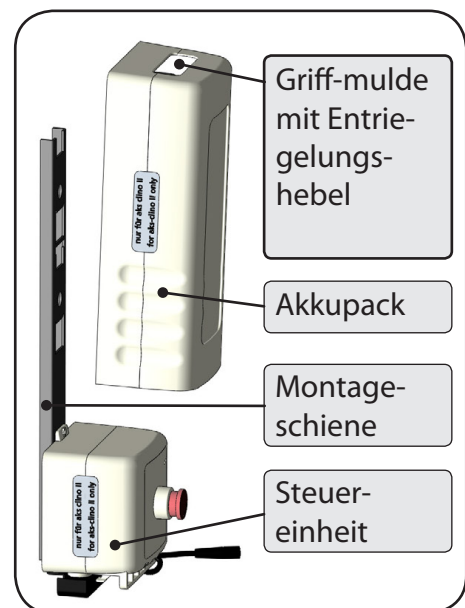

Abbildung 23
1. Greifen Sie von oben in die Griffmulde am Akkupack und ziehen Sie mit den Fingern den Entriegelungshebel nach oben (Abbildung 23).
2. Ziehen Sie gleichzeitig den Akkupack ein Stück von der Montageschiene weg und dann nach oben aus der Halterung heraus (Abbildung 23).